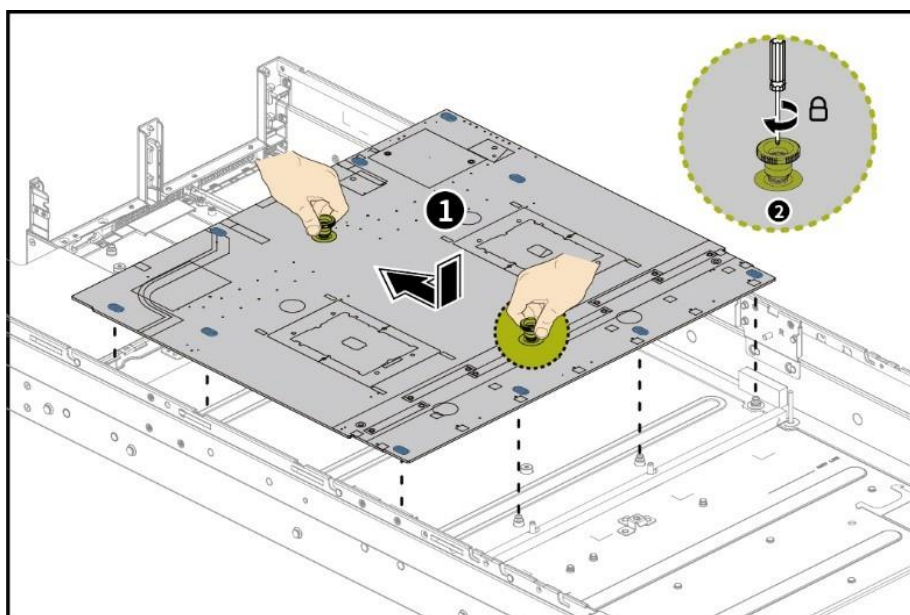

Рисунок 72 – Установка материнской платы
- Удерживая материнскую плату за 2 невыпадающих винта обеими руками, поместите ее в корпус и сдвиньте вдоль направляющих, чтобы попасть в штыревые фиксаторы внизу (см. рисунок 72).